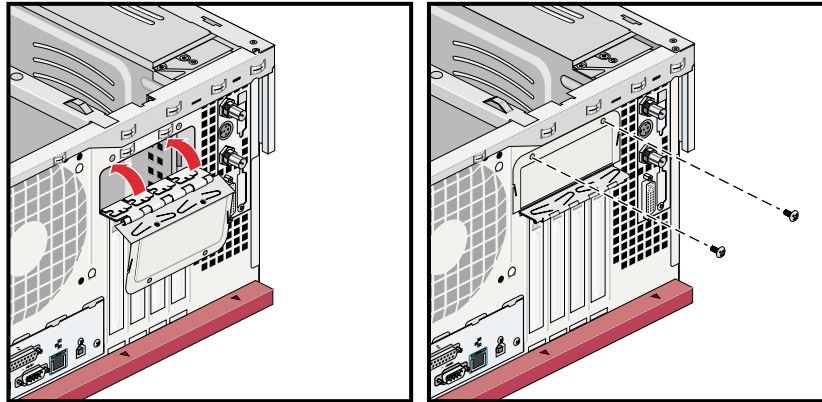

Abbildung 4-25 Öffnen der PCI-Blende
4. Lösen Sie die beiden Schrauben, mit denen die PCI-Blende befestigt ist. Öffnen Sie anschließend die PCI-Blende. Siehe Abbildung 4-25.